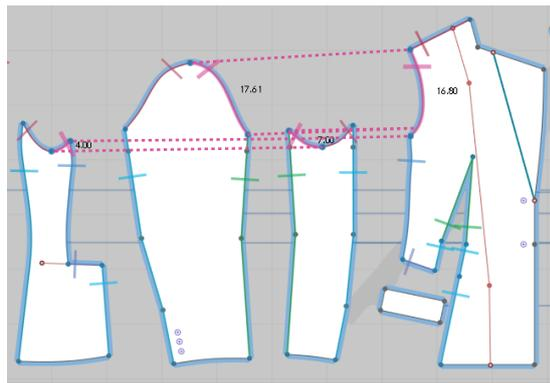

图 5-3-15 前袖山与前袖窿 M: N 缝合
(5) 同样操作，完成前袖窿与前袖山 M: N 缝合，如图 5-3-15 所示。